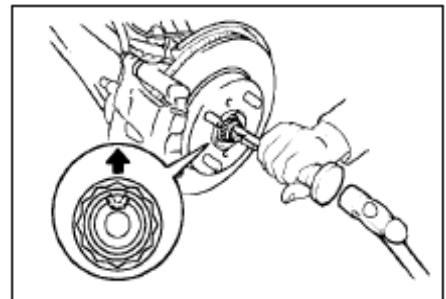

Рис. 117
- (1) С помощью молотка и долота раскруните упорную часть гайки левой ступицы колеса.(рис. 117)
- (2) Открутите гайку ступицы левого колеса, зажав педаль тормоза.